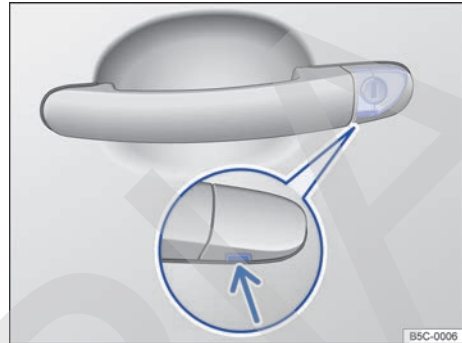

Fig. 53 Manilla de la puerta del conductor: bombín de la cerradura oculto.
- Introduzca el paletón de la llave, por abajo, en el orificio que hay en la caperuzita de la manilla de la puerta del conductor → fig. 53 (flecha).